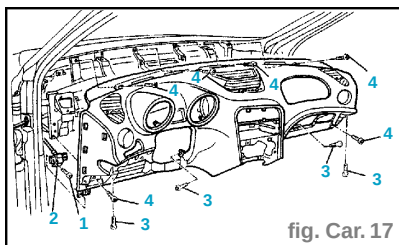

fig. Car. 17
- Dévisser la vis (1) (fig. Car.17).